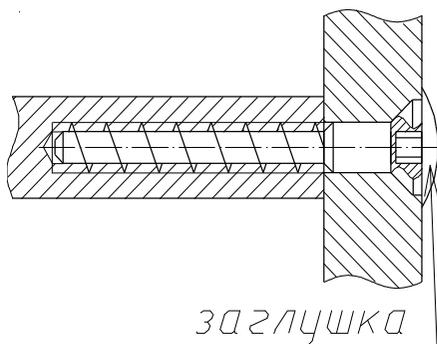
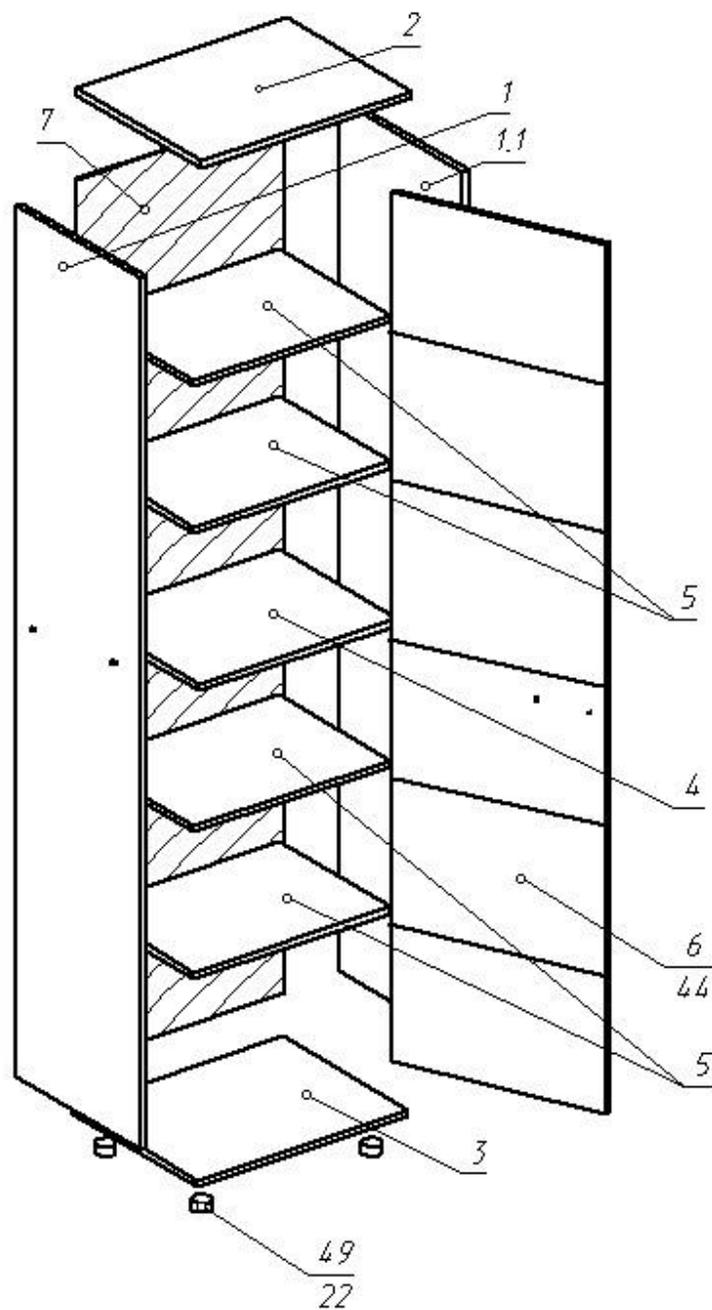

Рис.1
Рис. 2
1. Собрать каркас шкафа по схеме сборки (рис.2) с помощью евровинтов (рис.1)
3. Закрепить задние стенки из ДВП гвоздями  $\text{Ø}1,2 \times 20$  по периметру с шагом 100мм. и по углам шурупами  $\text{Ø}3 \times 20$ , скрепками (рис.3) и шурупами  $\text{Ø}3 \times 20$  в местах стыка на полках. Между собой задние стенки (поз.7,8) стыкуются соединительным брусом (рис.2).